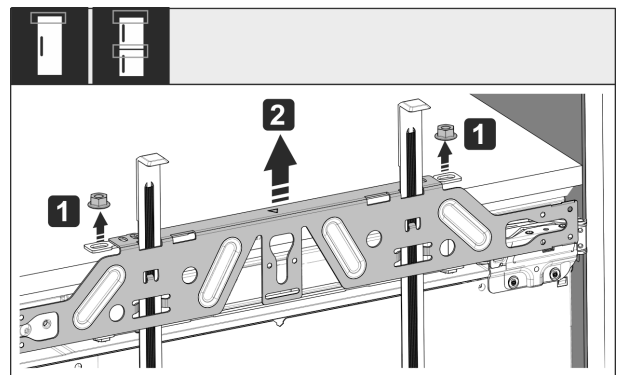

Fig. 54
► Desserrer les contre-écrous Fig. 54 (1).
► Retirer la traverse de fixation Fig. 54 (2).